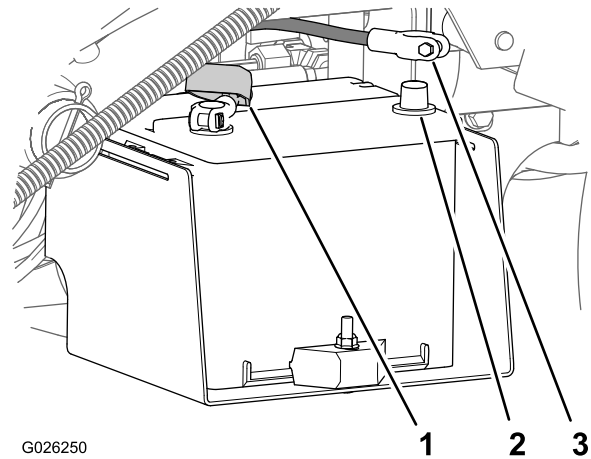

Figura 6
3. Collegate il cavo positivo (rosso) al morsetto positivo (+) della batteria, e fissatelo con i bulloni e i dadi (Figura 6).